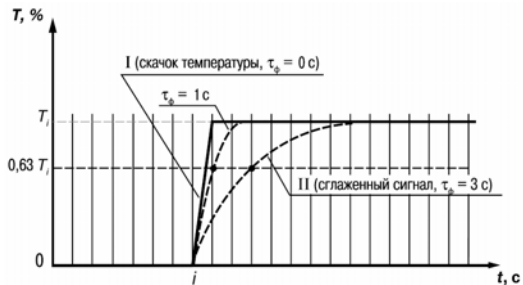

Рисунок 3.5
3.1.4.4.3 Цифровой фильтр устраняет шумовые составляющие сигнала, осуществляя его экспоненциальное сглаживание. Основной характеристикой экспоненциального фильтра является τ_Φ – постоянная времени цифрового фильтра, параметр $\bar{c}nF1$ ($\bar{c}nF2$) – интервал, в течение которого сигнал достигает 0,63 от значения каждого измерения T_i (рисунок 3.5).